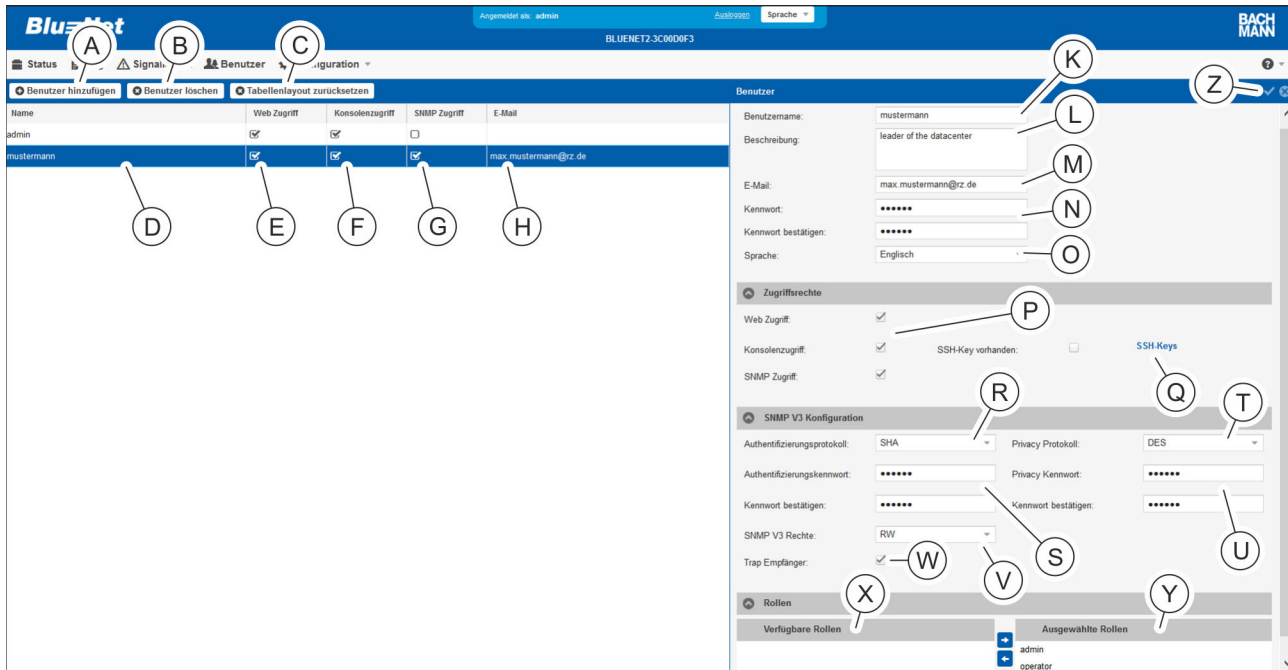
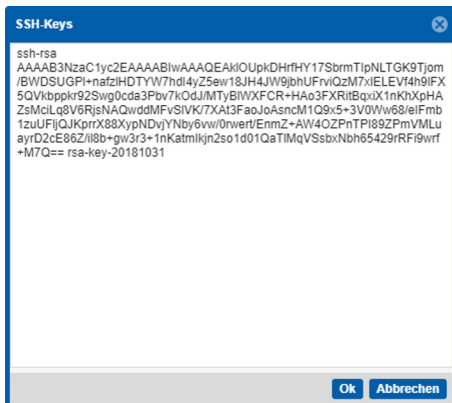

Abb. 136: Menü "Benutzer"
Abb. 137: SSH-Key einfügen
2. ➔ Über die Schaltfläche „Benutzer hinzufügen“ (Abb. 136/Ⓐ) einen neuen Benutzer anlegen.
Um einen bestehenden Benutzer zu modifi- zieren, den betreffenden Benutzer in der Liste auswählen (Abb. 136/Ⓓ).
3. ➔ Benutzernamen eingeben (Abb. 136/Ⓚ).
4. ▶ Bei Bedarf eine Beschreibung für den Benutzer eingeben (Abb. 136/©).
5. ▶ E-Mail-Adresse eingeben (Abb. 136/®).
6. ▶ Kennwort für den Zugriff auf die PDU eingeben und bestätigen (Abb. 136/®).
7. ▶ Sprache auswählen (Abb. 136/©).
8. ▶ Über die Checkboxen Zugriffsrechte für „Web Zugriff“, „Konsolenzugriff“ und/oder „SNMP Zugriff“ erteilen (Abb. 136/©).
9. Über die Schaltfläche „SSH-Keys“ können für Key-basierte SSH-Anmeldungen SSH-Keys hinterlegt werden (Abb. 136/Ⓞ). Einen oder mehrere SSH-Keys in das Fenster „SSH-Keys“ (Abb. 137) kopieren und mit der Schaltfläche „OK“ bestätigen.
10. Im Bereich „SNMP V3 Konfiguration“ bei Bedarf ein Authentifizierungsprotokoll auswählen (Abb. 136/Ⓢ).
11. Authentifizierungskennwort eingeben und bestätigen (Abb. 136/Ⓢ).
12. Bei Bedarf ein Privacy-Protokoll auswählen (Abb. 136/Ⓣ).
13. Ein Privacy-Kennwort eingeben und bestätigen (Abb. 136/Ⓢ).
14. SNMP-V3-Rechte erteilen (Abb. 136/Ⓟ).
15. Checkbox „Trap Empfänger“ aktivieren, wenn der Benutzer als Trap-Empfänger verfügbar sein soll (Abb. 136/Ⓢ).
- 16.** Im Feld „verfügbare Rollen“ (Abb. 136/⊗) eine Benutzerrolle auswählen und über die Schaltfläche „→“ ins Feld „ausgewählte Rollen“ schieben (Abb. 136/⊙).
- 17.** Einstellungen über die Schaltfläche „Speichern“ (Abb. 136/Ⓢ) übernehmen.
Um einen bestehenden Benutzer zu löschen, den gewünschten Benutzer auswählen (Abb. 136/Ⓢ) und die Schaltfläche „Benutzer löschen“ (Abb. 136/Ⓢ) anklicken. Im Anschluss erscheint ein Abfragedialog, der bestätigt werden muss.